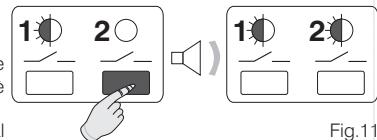

Fig.11
- Mantenere premuto il **tasto 2** fino alla emissione di un singolo segnale acustico, quindi rilasciarlo. Entrambi i LED sono lampeggianti. Il **canale 2** è predisposto per essere asservito al **cronotermostato "Master"** (fig.11).